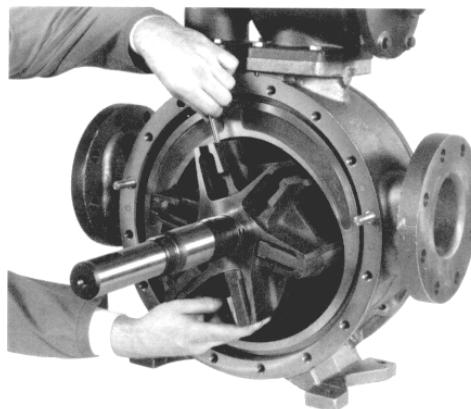

Рисунок 11
- b. Часть ротора (13) должна находиться вне корпуса (12) так, чтобы три нижних лопатки (14) (закругленным краем наружу) могли вставляться в пазы ротора и удерживаться там, в то время как будут установлены все три толкателя (77), см. Рис. 11.
- c. Теперь можно **полностью** поместить в корпус (12) ротор и вал (13) с установленными тремя нижними лопатками ротора (14).
- d. Установите остальные лопатки (14) в верхнем положении ротора.